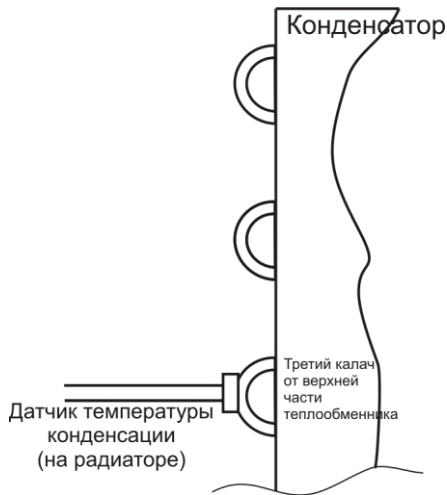

Рис.1. Монтаж датчика температуры конденсации
5.2. Смонтировать датчик температуры конденсации (металлический) на калаче конденсатора конденсаторного блока согласно рис. 1: